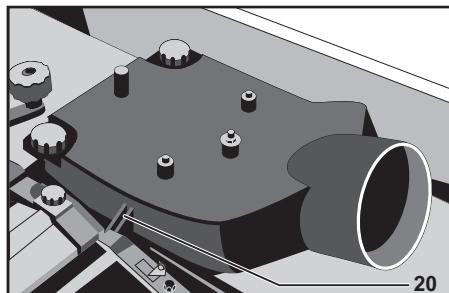

Рис. 4
- ▶ Установите пылесборник, как показано на рис. 4, и подключите его к вытяжке.